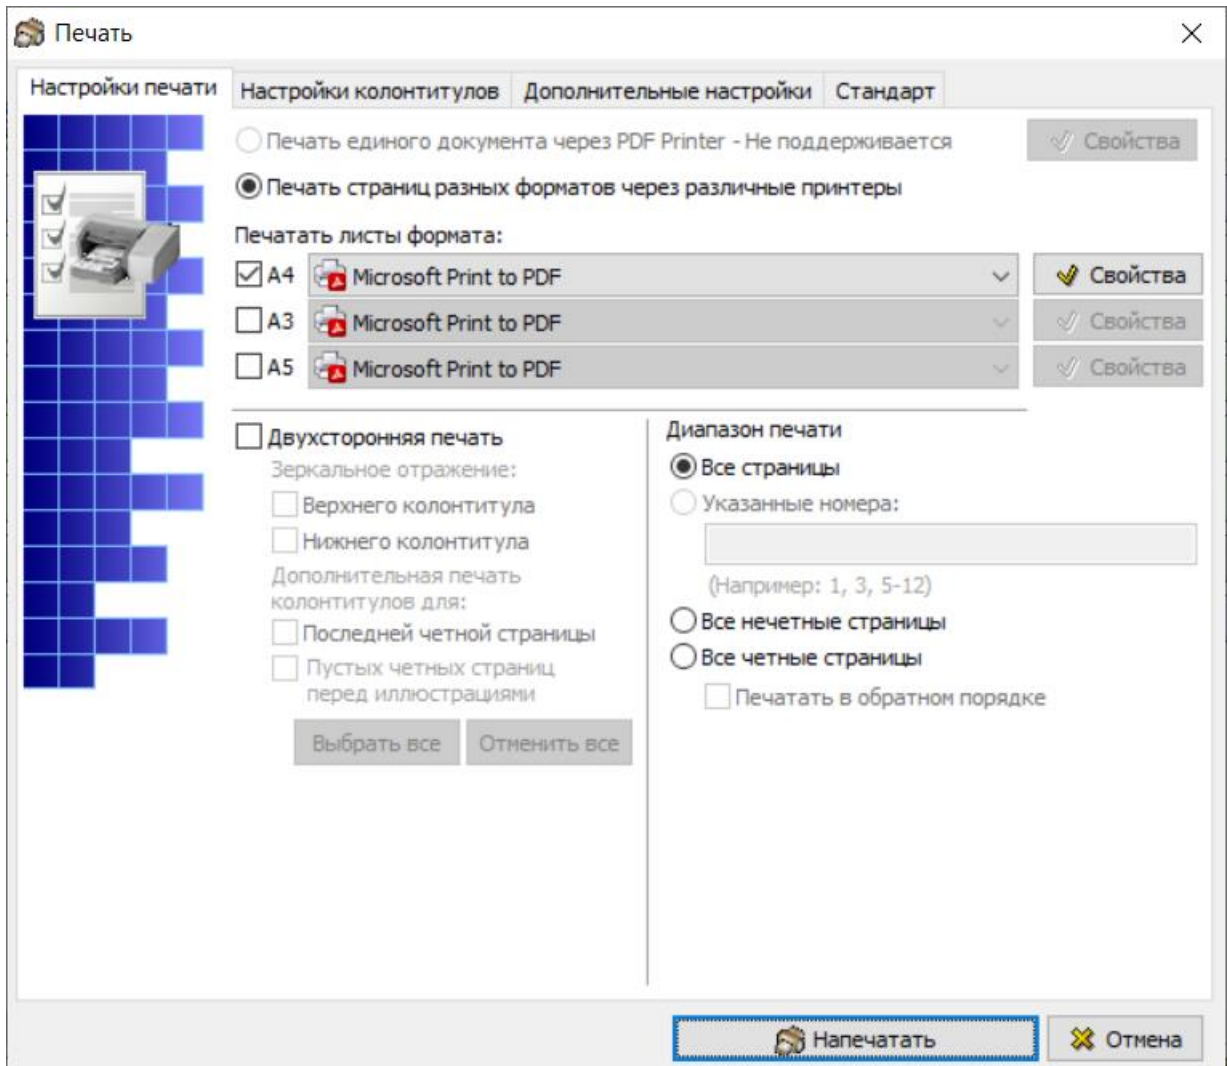

Рисунок 940
- 5) После нажатия на кнопку **Печать...** появится диалог выбора параметров печати (рисунок 940).